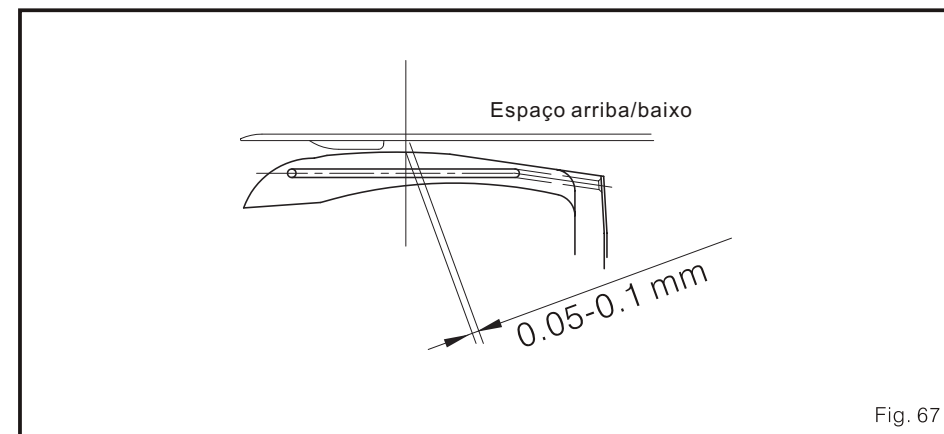

Fig. 67
(3) O espaço do refilador inferior até a parte superior do looper deve ser 0.05-0.1mm deve (Fig. 67)